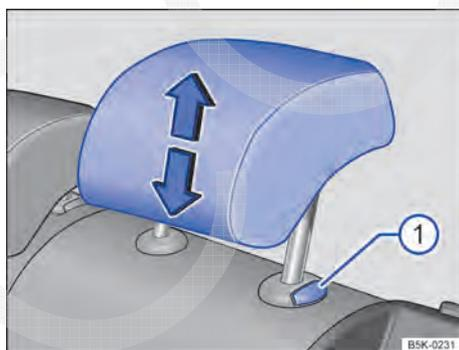

Fig. 49 Desinstalar o apoio para cabeça traseiro.
- Pressionar o botão ⇒ **Fig. 49 ①** enquanto outra pessoa retira totalmente o apoio para cabeça.